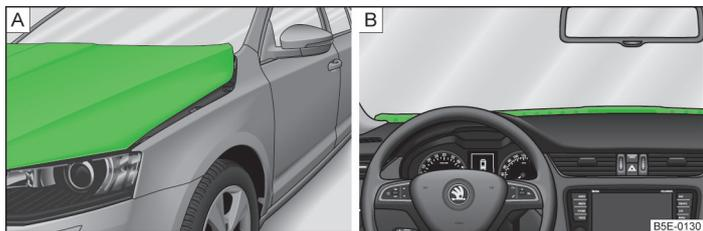

Fig. 165 Capot moteur soulevé
- > Le capot moteur se soulève » fig. 165 - .
- Adaptez la hauteur du siège avant de prendre la route de façon à ce que le capot moteur soulevé ne limite pas le champ de vision à l'avant » fig. 165 - .